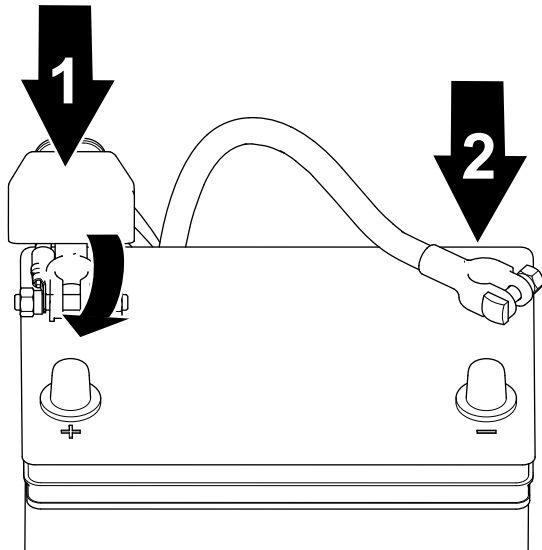

Рисунок 88
1. Подсоедините положительный кабель к аккумулятору и затяните зажимную гайку аккумулятора (Рисунок 88).
2. Подсоедините отрицательный кабель к аккумулятору и затяните зажимную гайку аккумулятора (Рисунок 88).